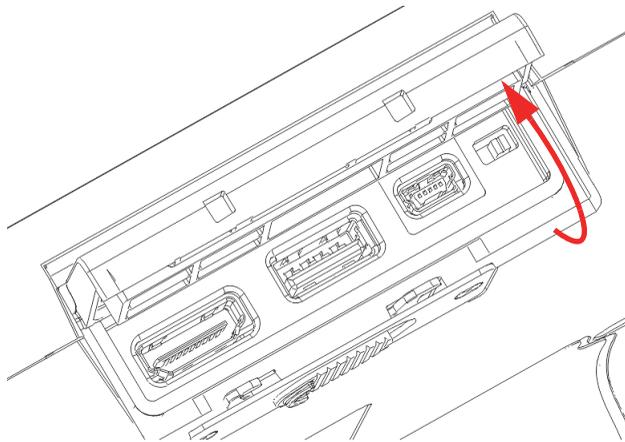

图 3-4 数据端口：舱盖处于打开状态
2. 向上掀起盖子，并使盖子完全打开（参见第 36 页的图 3-4）。